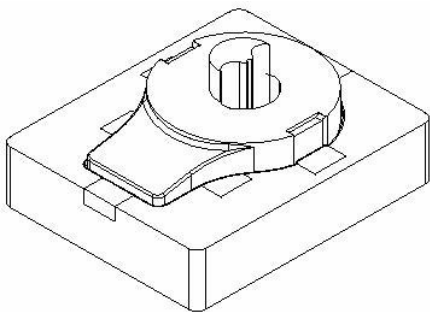

图7-51
10. 在【特征操作】工具条中单击【求差】按钮，弹出【求差】对话框。选择型芯作为目标体，选择所有顶块作为工具体，在【求差】对话框中勾选【保留工具体】选项，单击【确定】按钮创建求差特征，如图 7-51 所示。